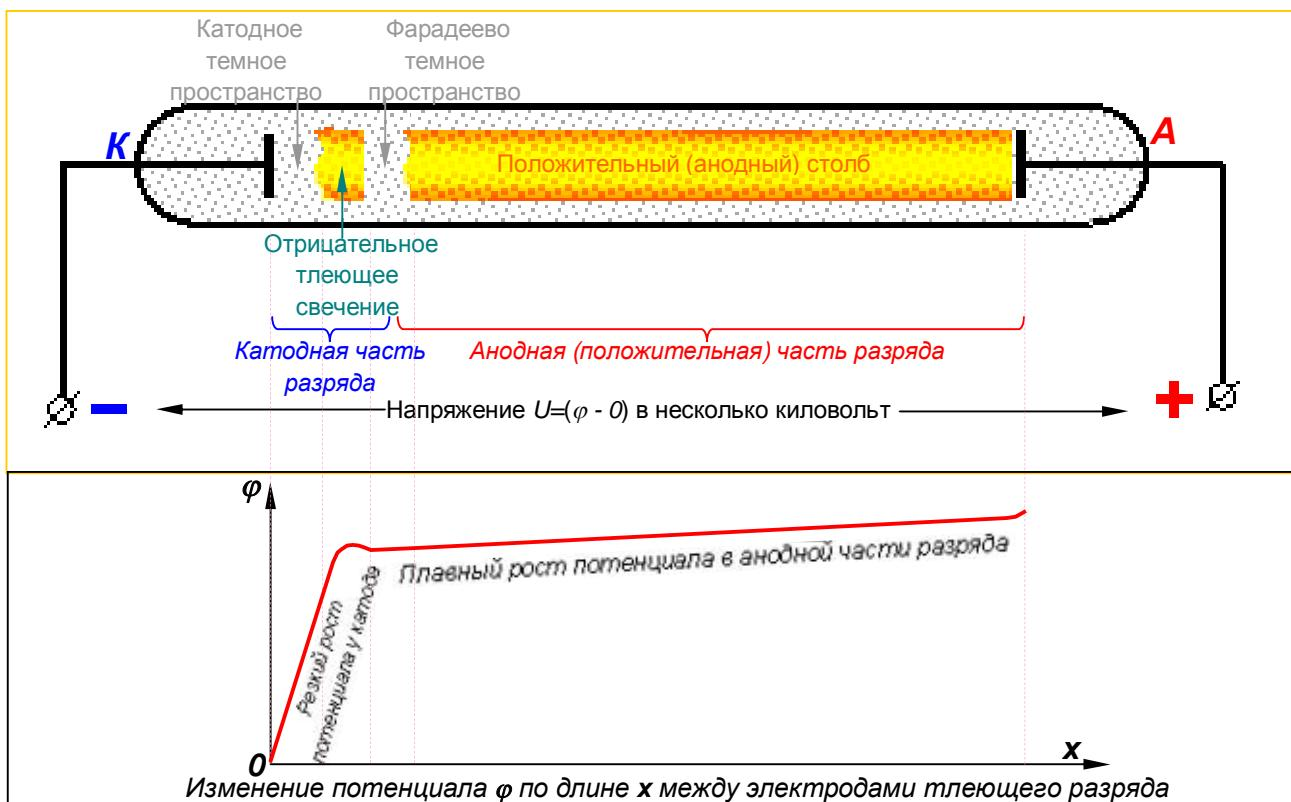

Рис. 134. Тлеющий разряд возникает при давлениях в несколько десятков мм. рт. ст. и сопровождается свечением.
1. **Тлеющий** разряд происходит в разряженном газе. Чем меньше плотность (давление) газа, тем меньшее напряжение (разность потенциалов) требуется для его возбуждения. Поэтому для получения тлеющего разряда используют трубку, в которой создан вакуум – **разрядную трубку**, рис. 134.